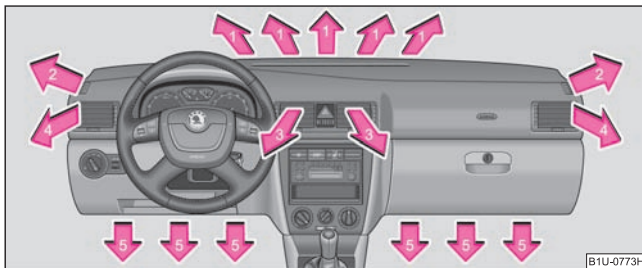
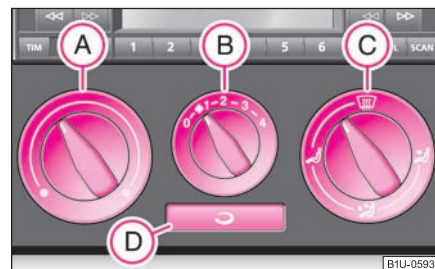

Fig. 94 Fantele de ventilație
Fig. 95 Încălzirea: Elementele de comandă
Admisia aerului prin fiecare gură de ventilație se reglează de la regulatorul (C) ⇒ fig. 95. Gurile de ventilație 3 și 4 ⇒ fig. 94 se pot deschide și închide separat.
Prin gurile de ventilație deschise este admis aer încălzit sau rece, în funcție de poziția regulatorului (A) ⇒ fig. 95 și de condițiile climatice. ■
- Rotiți regulatorul rotativ (A) ⇒ fig. 95 spre dreapta pentru a mări temperatura.
- Rotiți regulatorul rotativ (A) spre stânga pentru a reduce temperatura.
- Apăsați tasta  - lampa de control din tastă $\Rightarrow$ pagina 77, fig. 95 se aprinde.